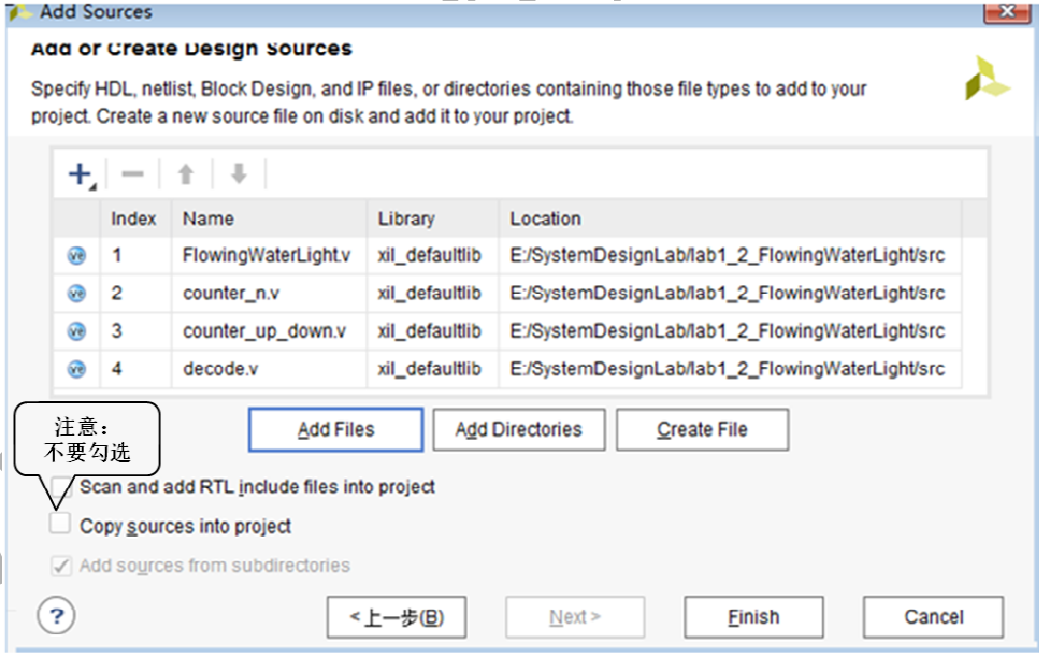

图 A4.29 导入设计文件对话框之二
(3) 选择添加文件后的界面如图 A4.29 所示，点击 **Finish** 按钮，即可完成文件的导入。因为有两个开发软件 ModelSim 和 Vivado 都可能修改设计文件，必须将代码保留在 src 文件夹里，所以图 A4.29 界面中的 Copy Sources into project 这一选项千万不要勾选。